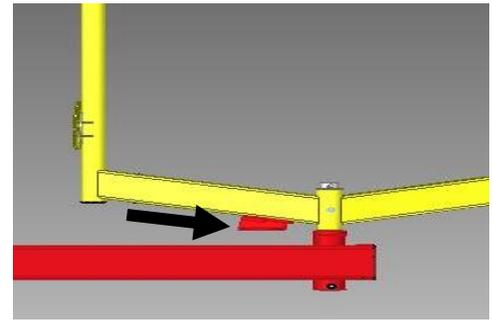

Figure 8
- Monter sur la fourche de compartiment de herse qui vient d'être installée un autre assemblage soudé KG12 à l'aide des vis M12x110, des écrous M12 et d'une rondelle M12 (Figure 8).